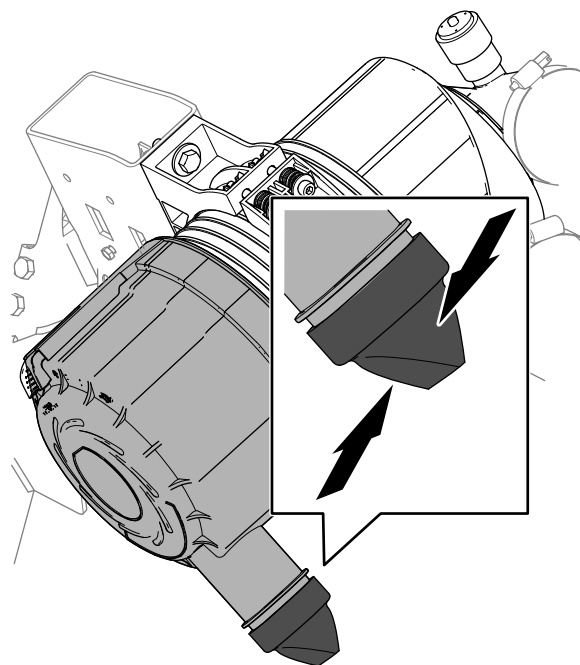

Figure 118
4. Pressez la valve d'éjection des poussières (Figure 118).